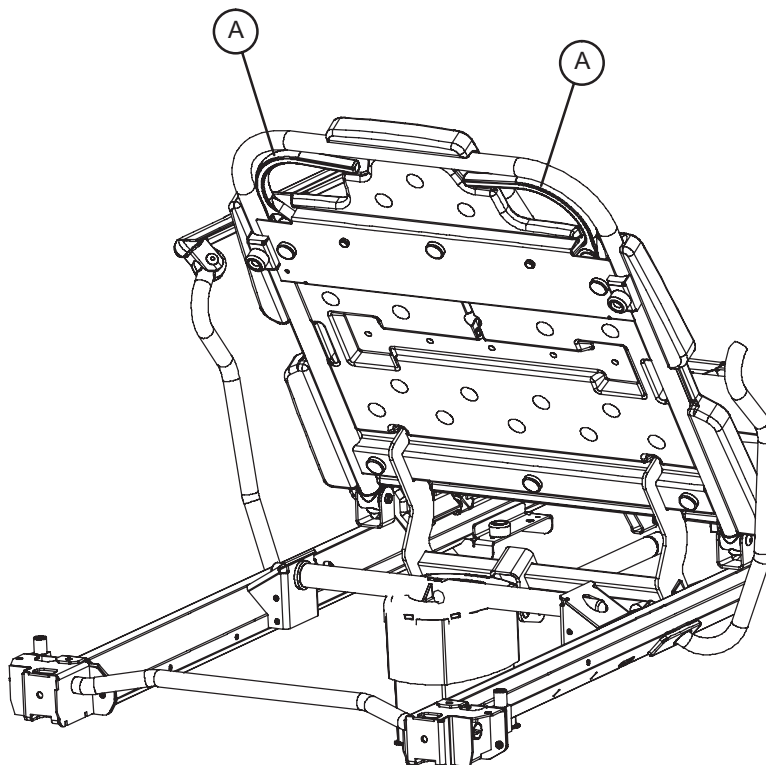

Figura 7 - Alzaschienale pneumatico
Premere una o entrambe le maniglie gialle dell'alzaschienale (A) per effettuare il sollevamento pneumatico dell'alzaschienale fino all'altezza desiderata, come illustrato nella Figura 7, togliere quindi la mano o le mani dalla maniglia.